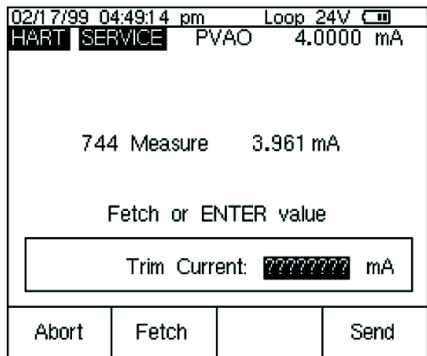

图 23
5. 按 Adjust 软键，选择 Output Trim，并按 ENTER。主变量（PVAO）的数值就显示在屏幕的右上角（图 23）。这通常是一个 4mA 的信号。福禄克公司 744 正在测量的实时 mA 值出现在屏幕的中心位置。按 Fetch 软键以装入被测的 mA 数值。按 Send 软键将该值发送给变送器，以便按 4mA 的数值来调节其输出部分。按 Continue 以进行 20mA 的调节，并重复上述步骤。